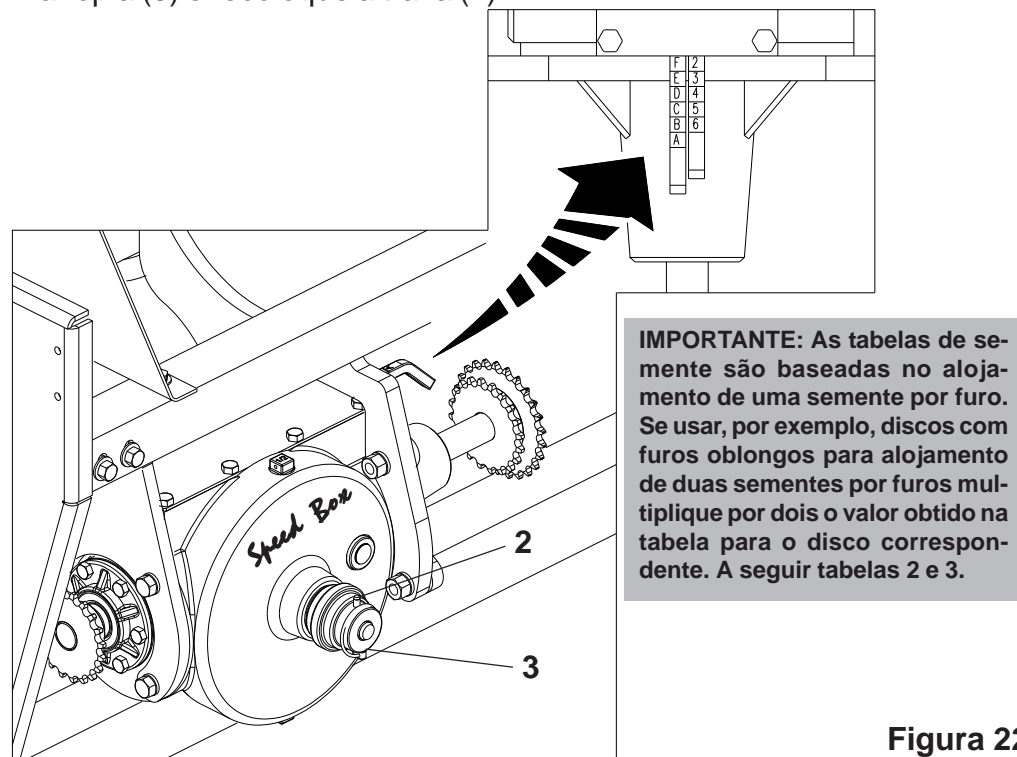

Figura 22
CAIXA DE VELOCIDADES SPEED BOX (Figura 22)
2 - Para regulagem da semente, selecione a quantidade desejada nas tabelas e verifique a combinação correspondente das alavancas (1) **detalhe “A”**. Exemplo: posição **F 2**, indica que a alavanca com letras deve estar na posição “F” e a alavanca de números deve estar na posição “2” conforme detalhe da **Figura 22**.